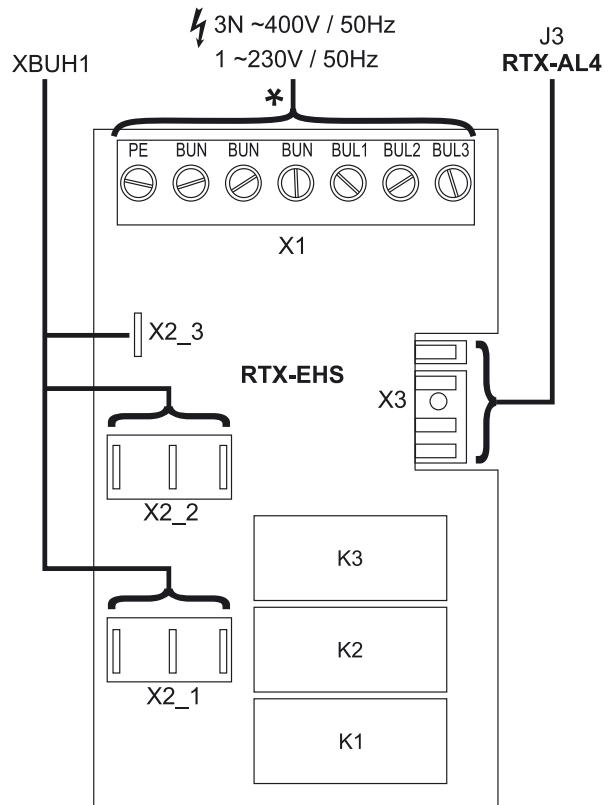

Fig. 4-11 Platine de commutation RTX-EHS (Backup-Heater) - voir section 4.4.14
- Raccorder l'alimentation électrique du Backup-Heater sur le bornier X1 de la platine de commutation RTX-EHS (fig. 4-11) dans le boîtier de la régulation du ROTEX HPSU compact.